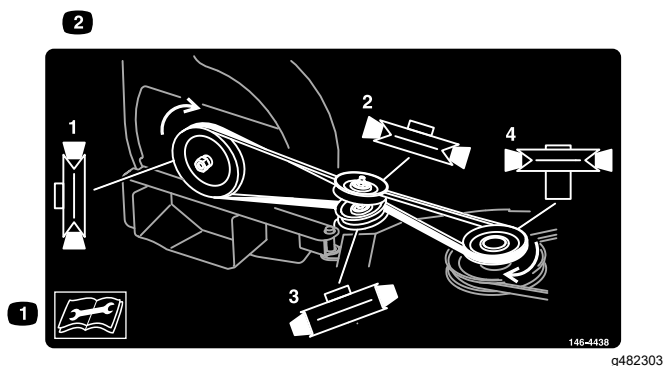
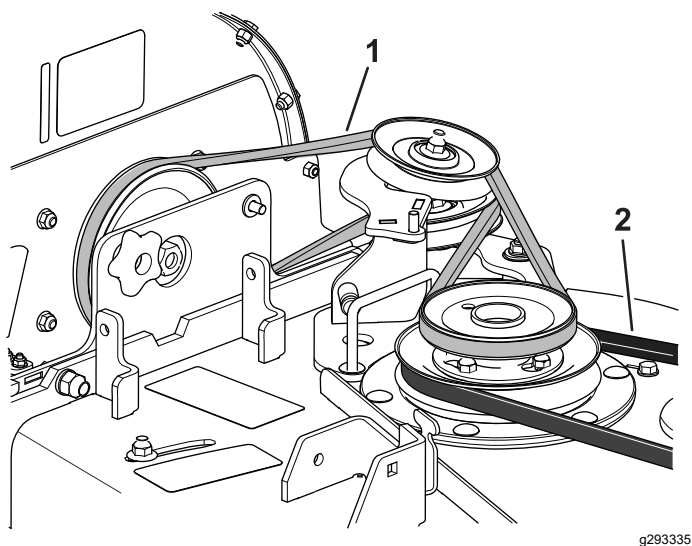

Figura 5
Figura 6
3. Instale la correa en las poleas y en el conjunto de tensor, tal y como se muestra en la Figura 5 y la Figura 6.